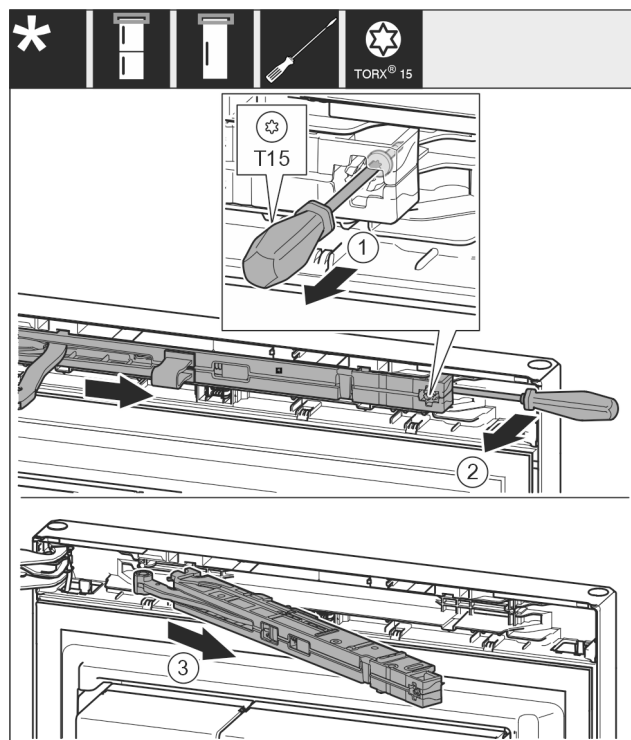

Fig. 14
- Odkręcić śrubokrętem śrubę Fig. 14 (1) na amortyzatorze zamykania drzwi na 14 mm.
- Wycześcić amortyzator zamykania drzwi Fig. 14 (2) śrubokrętem po stronie uchwytu.
- Wyjąć amortyzator zamykania drzwi Fig. 14 (3).